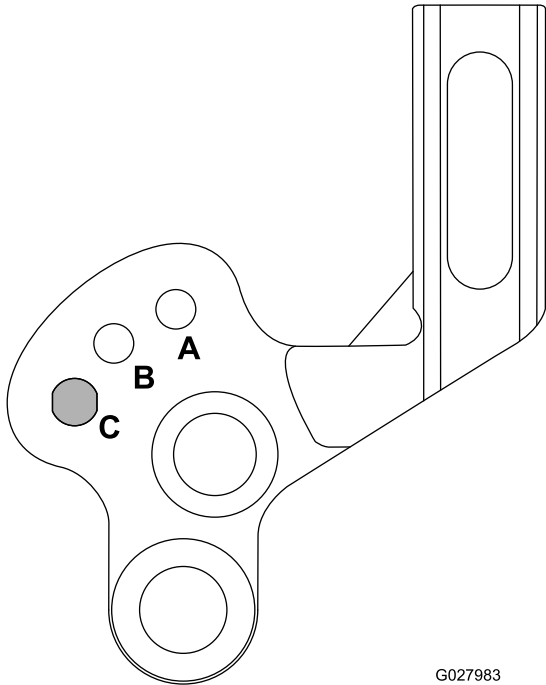

Figura 20
- Mueva los brazos hacia arriba o hacia abajo a la posición A o B (Figura 20).
Si usted va a segar sin acondicionador o necesita transportar la máquina, eleve el molinete acondicionador a su posición elevada de transporte, según se muestra en Figura 20.